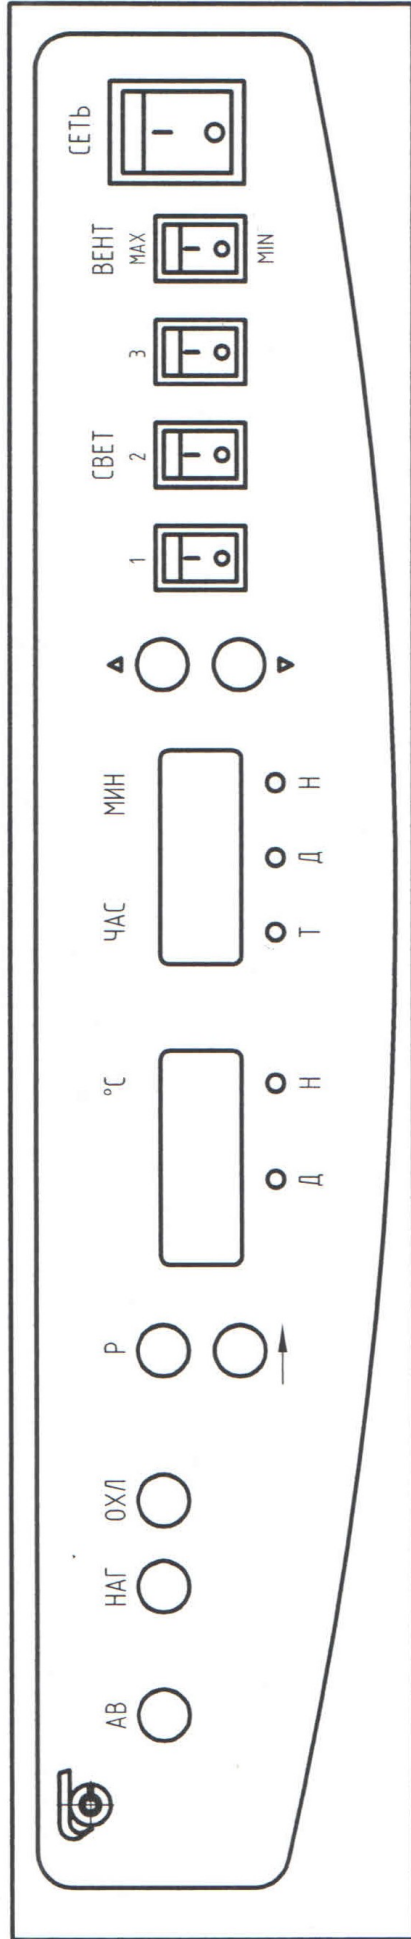

Рисунок 1 – Лицевая панель климатостата
8.3 Включить переключатель «СЕТЬ» на лицевой панели климатостата (рисунок 1), при этом включится вентилятор, на цифровом табло «°C» высветится значение текущей температуры в камере климатостата, а на цифровом табло «час-мин» время, которое было текущим в момент отключения климатостата от сети. Светодиодные индикаторы «Д», «Н», расположенные под цифровым табло «°C», горят, в соответствии с введенным временем перехода «день-ночь». Если температура в камере климатостата отличается от заданной температуры, загораются соответственно индикаторы «НАГ» (при включении нагревателей) или «ОХЛ» (при включении холодильного агрегата).